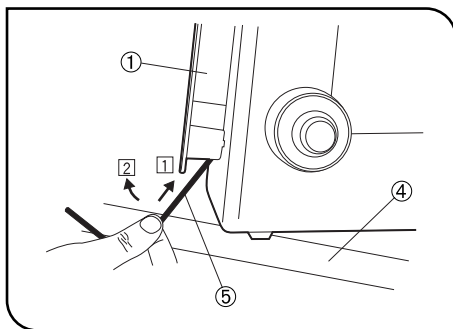

Abb. 8
▲ Um einen Stromschlag zu vermeiden, zuerst das Netzkabel ziehen. Außerdem auf Verwendung des mitgelieferten Sechskant-Steckschlüssels achten; keinen dünnen Steckschlüssel verwenden. Das Mikroskopstativ zur Tischkante ④ schieben, einen Sechskant-Steckschlüssel ⑤ am unteren Teil der Kabelaufhängung ① ansetzen, und die gesamte Aufhängung zum Entfernen nach oben ziehen, indem der Sechskant-Steckschlüssel in die Richtungen ① und ② gedrückt wird. (Abb. 8)